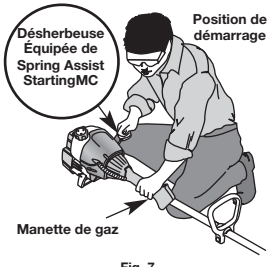

Fig. 7
AVERTISSEMENT : évitez tout démarrage accidentel. Tenez-vous en position de démarrage lorsque vous tirez sur la corde de démarrage (Fig. 7). L'opérateur et l'appareil doivent tous deux être en position stable pour éviter des blessures graves. Vérifiez la bonne installation de l'accessoire avant le démarrage de l'appareil.
- Accroupissez-vous en position de démarrage (Fig. 7), pressez la poignée des gaz et tirez le cordon de démarrage d'un mouvement contrôlé et ferme à 5 reprises.